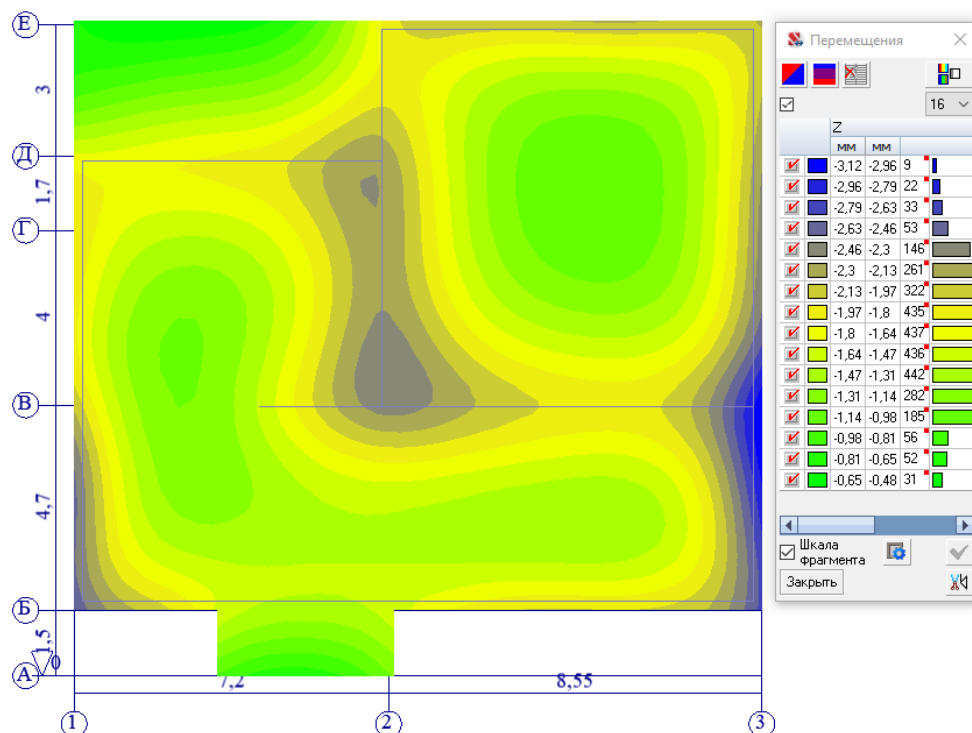

Рисунок 1.3.1 – Изополя вертикальные перемещения в фундаментной плите от действия нормативного значения постоянных и длительной части временных нагрузок (НСНД)
2. Фактическая осадка от нормативного значения постоянных и длительных проектных нагрузок составляет **3,12** мм (см. рисунок 1.3.1), что **не превышает** предельно допустимое значение осадки **100** мм в соответствии с приложением Г таблицей Г.1 СП 22.13330.2016. Максимальный коэффициент использования составляет – **0,031**;